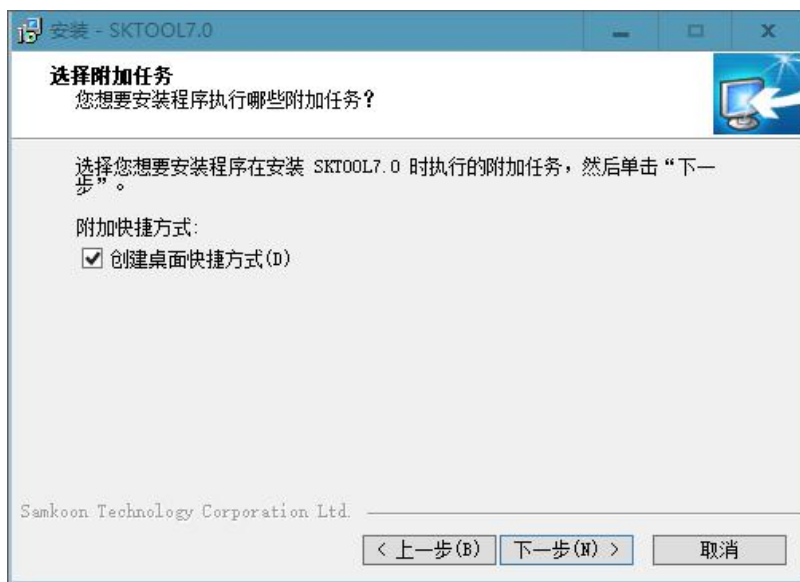

图 2-7 是否选择创建桌面快捷方式界面
- 是否选择创建桌面快捷方式界面，点击“下一步”，如图 2-7 所示：